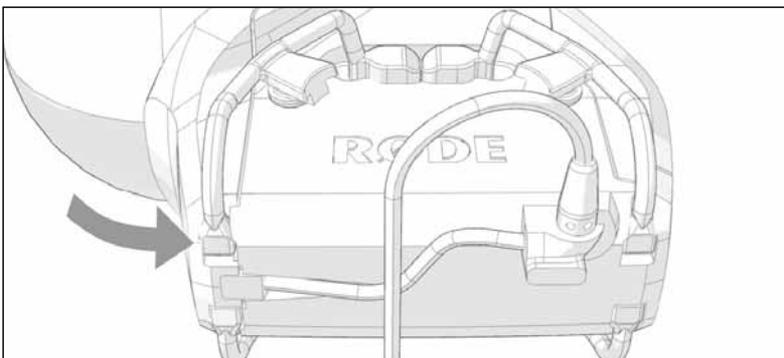

Abb. 11 – Drücken Sie das untere Ende des Bandes in die gleichartig geformte Aussparung am Mikrofonboden
4. Als nächstes setzen Sie die „schuhartig“ geformte Spitze am anderen Ende des Gummibandes in die entsprechende linke Aussparung an der Unterseite des Mikrofons (Abb. 11).